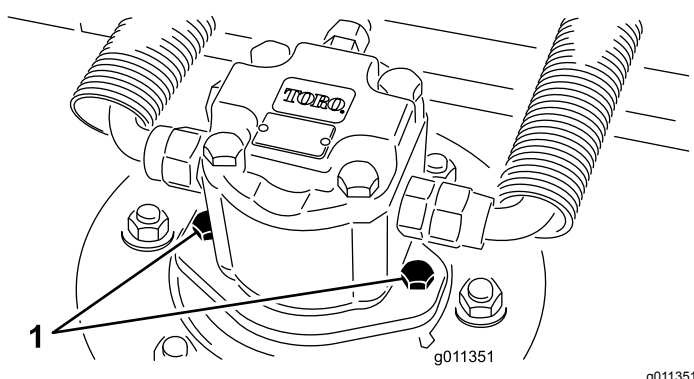

Рисунок 81
2. Отсоедините и снимите гидромотор с деки (Рисунок 81). Накройте верхнюю часть шпинделя для предотвращения загрязнения.
4. Установите гидромотор на деку (Рисунок 81). Убедитесь в том, что уплотнительное кольцо находится в штатном положении и не повреждено.